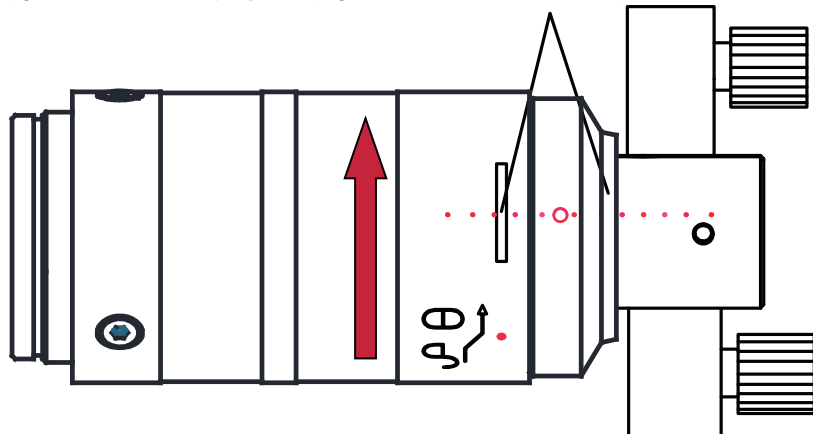

图8
8.按图8方向再次轻轻旋转，力度要适中，通常感觉到较紧即可。